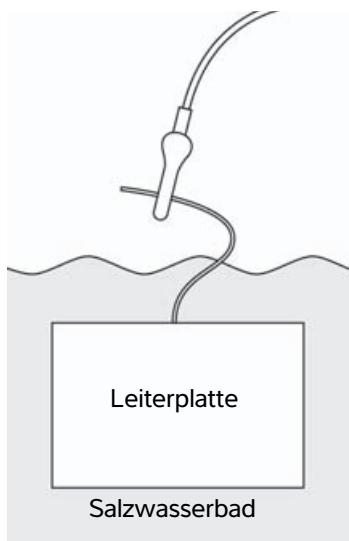

Abbildung 6 Anschluss der Leiterplatte
- a Die schwarze Elektrode mit der Leiterplatte im Salzwasserbad verbinden, siehe **Abbildung 6**.